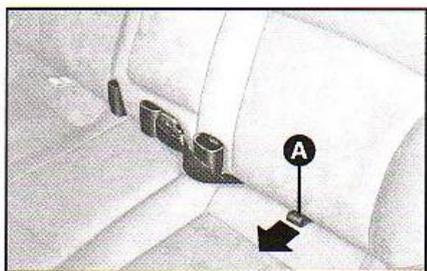

fig. 106
**A** - fig. 106, para versões com banco bipartido.